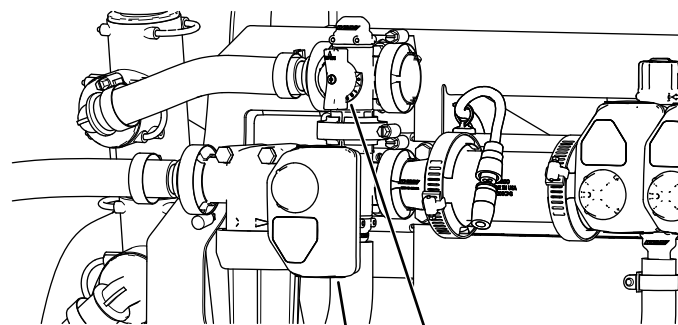

Figura 131
10. Ajuste a válvula de distribuição de agitação (Figura 131) na parte posterior da válvula de agitação até que a pressão do sistema de pulverização indicada no medidor seja 689 kPa (100 psi).